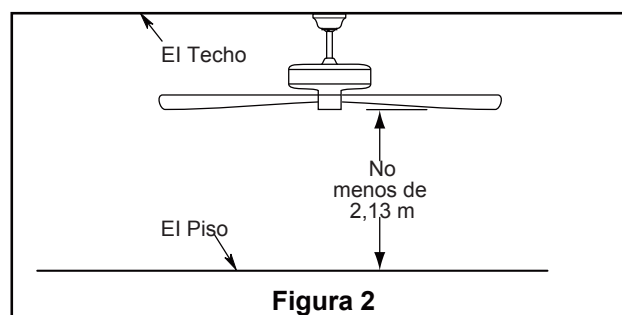

Figura 2
Uso de perfil profundo (Figura 2)
2. Retire el clip de horquilla y pasador de horquilla de la parte inferior de la bola para colgar. Retener el pasador y clip para la reinstalación en el paso 4. (Figura 2)
Debe colgar el ventilador a una distancia mínima de 2,13 m desde las aspas hasta el piso. (Figura 2)
2. Coloque y ajuste firmemente la cubierta para el tornillo de la base sobre los tornillos de reborde de la abrazadera para colgar mediante el mecanismo de seguro por giro del chavetero. (Figura 2)
2. Coloque el aspa sobre el soporte de aspas con los pilotes roscados a la vista. Asegúrese de que la parte inferior del aspa se encuentre bien apoyada sobre el soporte. Con un destornillador Phillips, fije los tornillos de cabeza de 3/16"-24 con arandela de fibra para asegurar la placa en el brazo de sujeción de las palas. (Figura 2)
- ☐ 2. Extraiga uno de los tres tornillos del soporte colgant. Afloje ligeramente los dos tornillos restantes. Instale la cubierta del adaptador en el soporte de la cubierta usando las dos ranuras claves de la cubierta del adaptador del interruptor. Vuelva a colocar el tercer tornillo y fije los tres tornillos adecuadamente. (Figura 2)